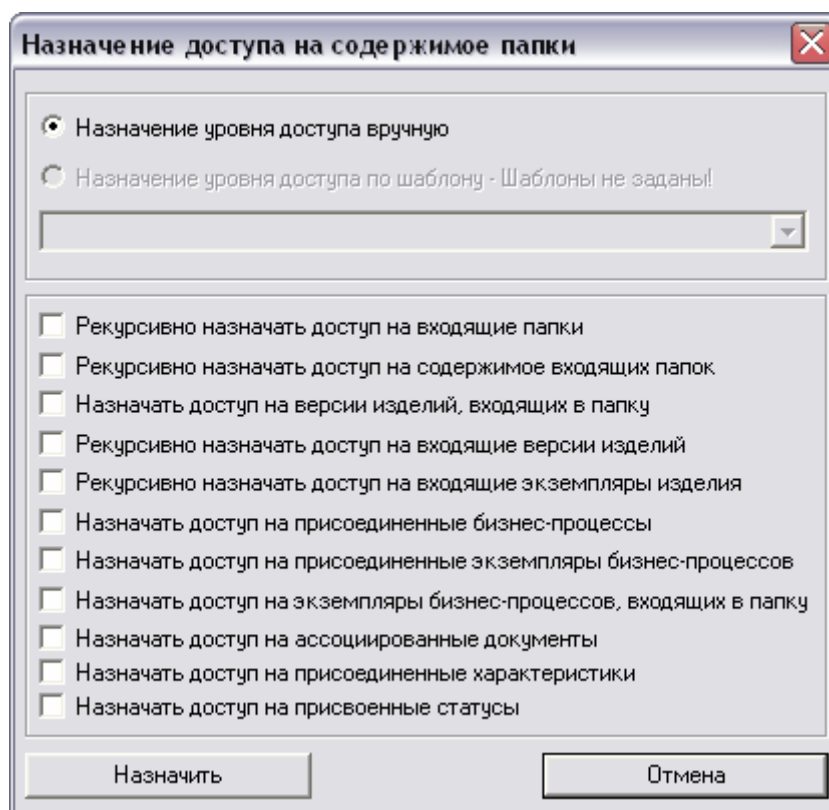

Рис. 273
2. Укажите тип назначения доступа (вручную или по шаблону). Для назначения доступа вручную установите флаги на соответствующих полях (Рис. 273).